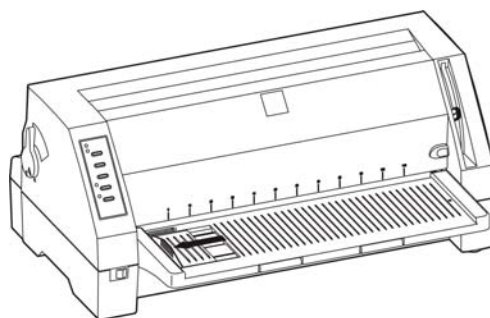

图 3-8 移动导纸器至最左边
3. 将托纸板上的导纸器移至最左边, 以免阻碍连续纸出纸 (如图 3-8 所示)。